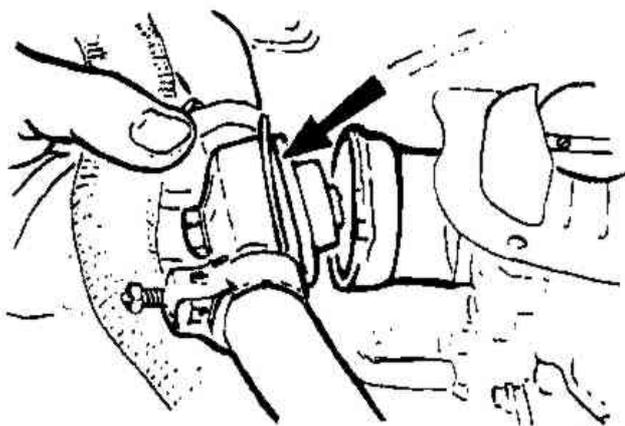

рис.3.93. Снятие корпуса биметаллической пружины воздушной заслонки (Разд.36)
3. Выверните крепежные винты и отделите корпус заслонки с биметаллической пружиной от карбюратора (Рис.3.93).